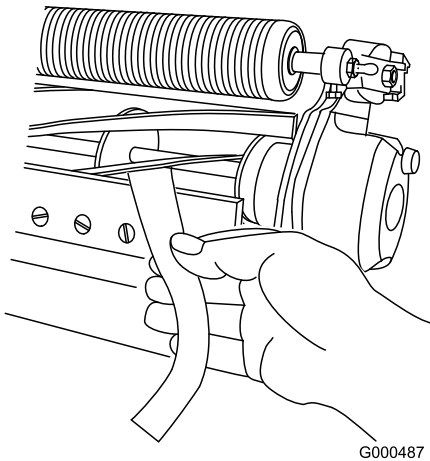

Figure 5
2. Écrou de vis de réglage de barre d'appui (2)
B. Insérez une longue bande de papier de performance de coupe entre le cylindre et la contre-lame, perpendiculairement à la contre-lame (Figure 5), puis tournez **lentement** le cylindre en avant ; il devrait couper le papier ; s'il ne le fait pas, répétez les opérations A et B jusqu'à ce que le papier soit coupé.
11. Insérez une longue bande de papier de performance de coupe entre le cylindre et la contre-lame, perpendiculairement à la contre-lame (Figure 5), puis tournez le cylindre **lentement** en avant ; il devrait couper le papier ; s'il ne le fait pas, tournez chaque boulon de réglage de la barre d'appui de 1 cran dans le sens horaire et répétez cette opération jusqu'à ce que le papier soit coupé.